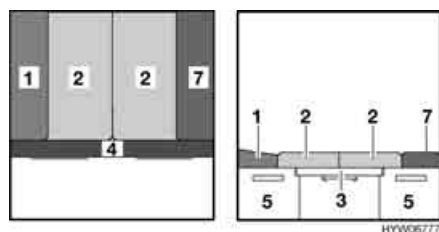

Fig. 99 Dopo la trasformazione
- Posizionare i due cuscini del divano (Fig. 99,2) al centro.
- Piazzare il cuscino sinistro dello schienale (Fig. 99,1) tra il cuscino del divano e la parete.
- Piazzare il cuscino aggiuntivo (Fig. 99,7) tra il cuscino del divano e la parete.
- Appoggiare il cuscino aggiuntivo (Fig. 99,4) sulla prolunga del cassone letto.